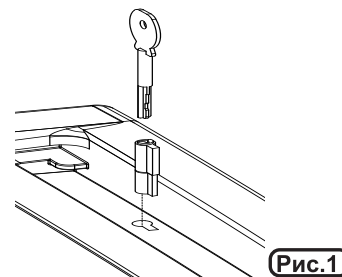

Рис.1
3. Установите замок в посадочное место. (Рис.1).